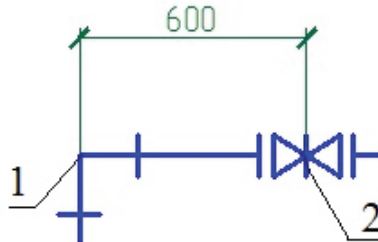

Рис. 129. Простановка линейного размера
**РЗМЛИНЕЙНЫЙ** Начало первой выносной линии или <выбрать объект>: курсором укажем начало первой выносной линии в точке 1 (рис. 129).
**РЗМЛИНЕЙНЫЙ** Начало второй выносной линии: курсором укажем начало второй выносной линии в точке 2 (см. рис. 129).